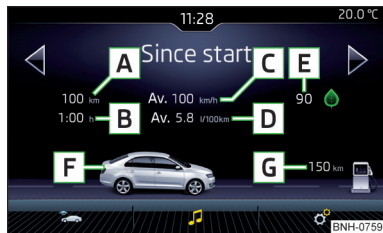

Abb. 40
**Bildschirmanzeige** » Abb. 40